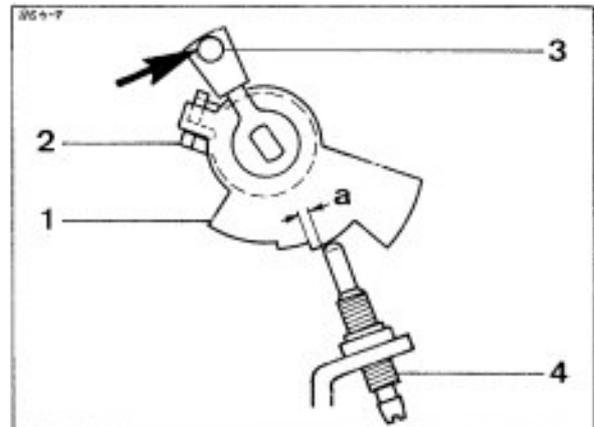

Bild 21
1. STELLUNG DER STUFENSCHLEIBE (Bild 21, 22)
- Drosselklappe öffnen, Mitnehmerhebel (3) leicht in Pfeilrichtung drücken und Drosselklappe wieder schließen. Einstellschraube (4) muß im Abstand „a“ auf der zweithöchsten Stufe der Stufenscheibe (1) aufliegen, siehe Bild 21.
- Korrigieren durch Verbiegen des Hebels (2) Bild 21 und 22.